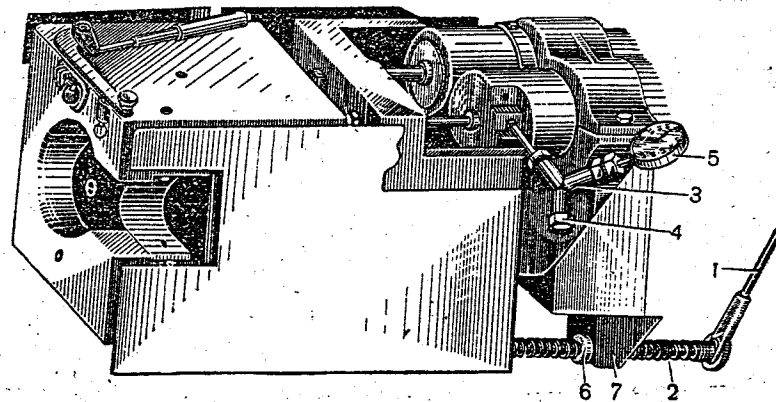

Рис. 58. Определение количества жидкости в накатнике:
### Определение количества жидкости в накатнике (рис. 58)
4. Ввинтить в отросток тройника манометр 5 (рис. 58), после чего ввинтить тройник 3 в дно цилиндра накатника.